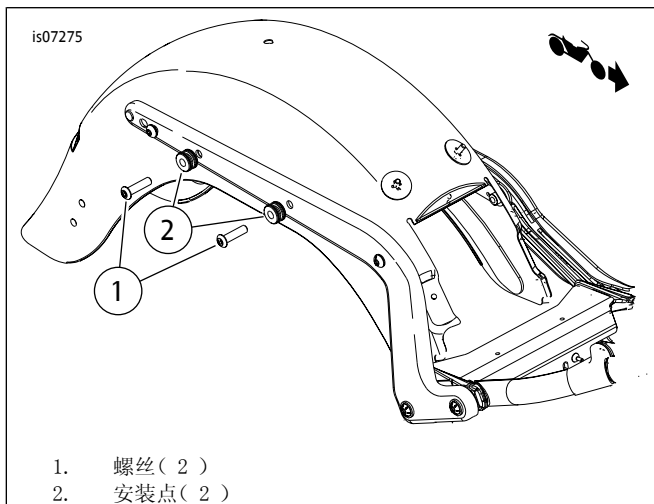

图3. 安装对接点(不带其它可拆卸式附件)
**不带其它可拆卸式附件:** 参见图3。将螺丝(1)穿过微型对接点(2)。将螺栓安装到挡板支撑安装架中(挡板内部)。拧紧螺丝至28-36 N·m(21-27 ft-lbs)。